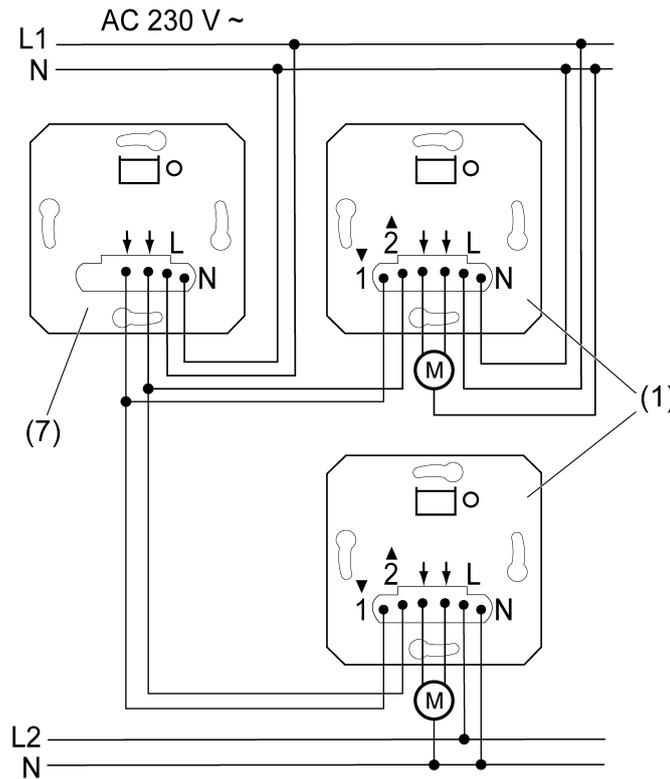

Bild 4: Anschlussbeispiel Gruppensteuerung
Der Jalousieeinsatz kann in eine Gruppensteuerung integriert werden (siehe Bild 4), entweder für die Vor-Ort- Steuerung (1) oder als Zentralgerät (7).
- Die Jalousieeinsätze nach Anschlussbeispiel (siehe Bild 4) anschließen. Dabei können die Jalousieeinsätze auch an unterschiedlichen Außenleitern liegen.